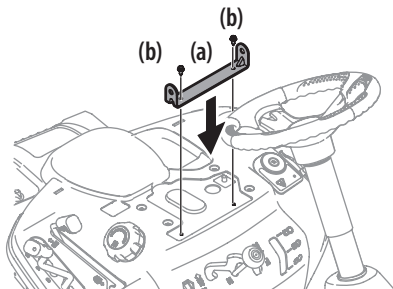

Figura 8
3. Alinee el soporte del asiento (a) en su lugar sobre los orificios de los pernos autoroscantes (b) que extrajeron, como se indica en la Figura 8.
4. Con una llave de trinquete de 1/4" con una llave de 3/8", sujete el soporte del asiento (a) con los pernos autoroscantes (b) que se extrajeron en el paso 2. Consulte la Figura 8.